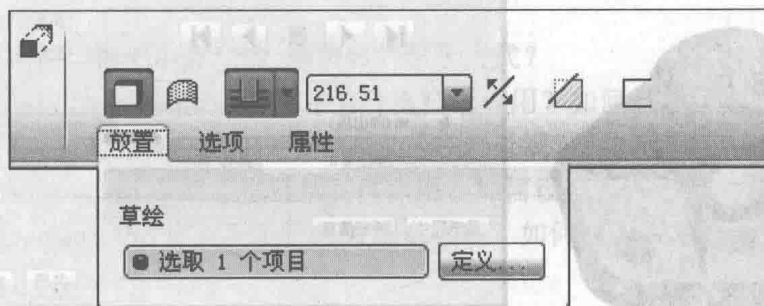

图 1-1 【拉伸】工具操控板
- (1) 从“开始”菜单或桌面快捷方式，进入 Creo Elements/Pro 界面。
- (2) 选择【文件】菜单→【新建(N)】选项，在打开的【新建】对话框中选择 Part 模式，接受缺省的零件名称 Prt0001，允许使用缺省模板，进入零件造型模块。
- (3) 单击【基础特征】工具栏上的【拉伸】工具按钮  或选择【插入】菜单→【拉伸】菜单项，Creo Elements/Pro 将弹出如图 1-1 所示的拉伸工具操控板。